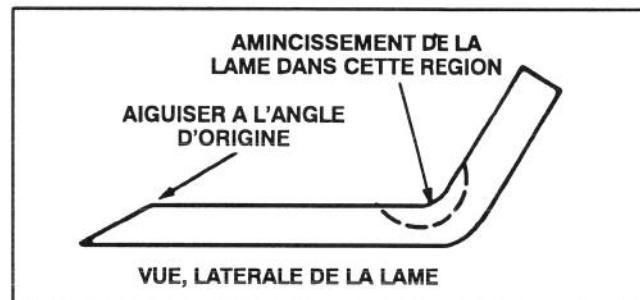

Figure 22
7. A l'aide d'une lime, aiguiser le tranchant aux deux extrémités de la lame (Fig. 22).
Vérifier la lame de coupe chaque fois que la machine est dressée sur l'arrière. Si le boulon de fixation de la lame est desserré, le serré à 61–81 Nm. Remplacer la lame ou le bord relevé (Fig. 22) a l'extrémité de la lame s'il est usé, érodé ou fendu. Remplacer la lame si elle est tordue. Toujours utiliser les véritables lames de rechange TORO afin de garantir une sécurité et performance optimales. NE JAMAIS UTILISER DE LAMES DE RECHANGE WILL-FIT.